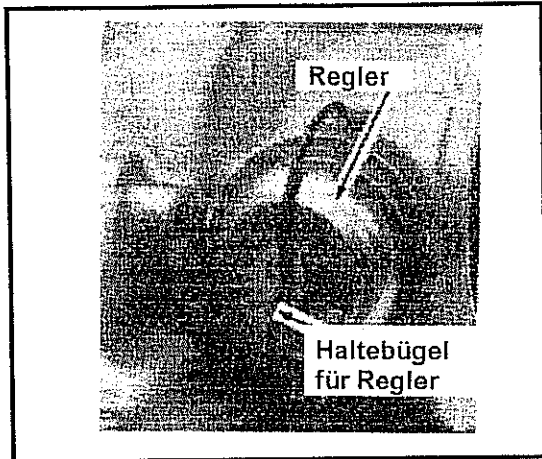

Abb. 10-159 Deckel am Getrieberegler
- Daraufhin den Getrieberegler unter geringstem Kraftaufwand mit einem Gummihammer oder Kunststoffhammer in die Bohrung treiben. Siehe Abb. 10-159.